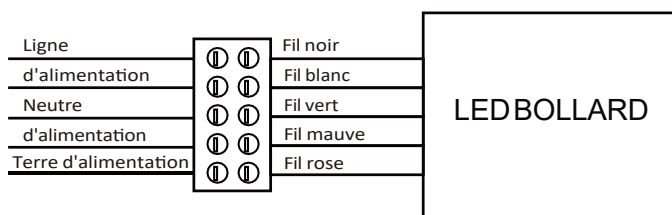

Fig 8
9. Connectez les fils, puis serrez le bornier avec un tournevis flat-head, et vérifiez que tous les fils sont bien connectés **Fig. 8**.